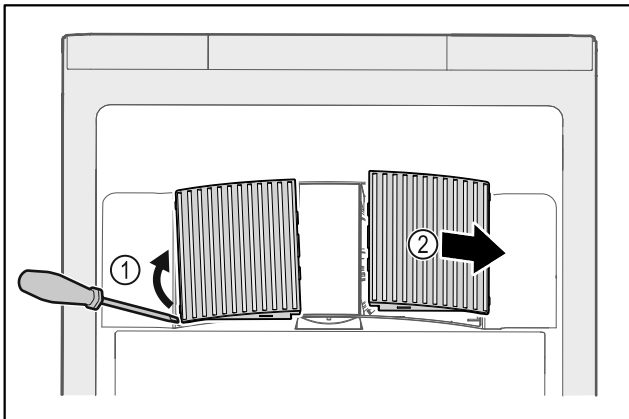

Fig. 104
- ▶ Extraire par un mouvement de levier les caches latéraux Fig. 104 (1) vers l'avant Fig. 104 (2).